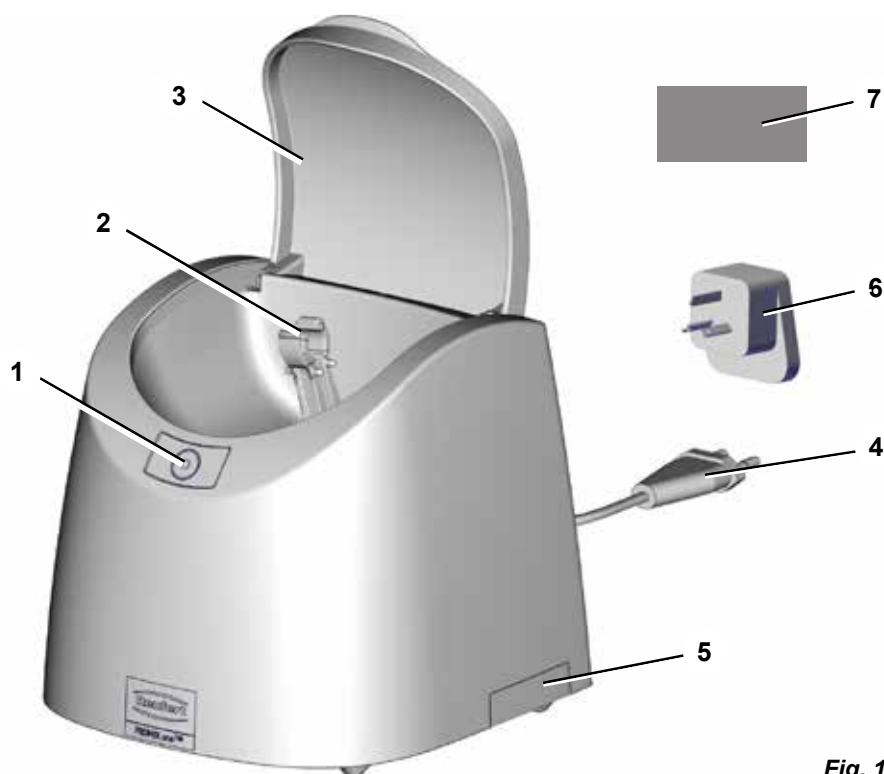

Fig. 1
- ⇒ Desfășurați cablul de rețea (4, fig. 1) și introduceți fișa de rețea în priza din instalația clădirii. Aparatul este acum pregătit de funcționare.
Informații suplimentare obțineți prin codul QR de pe centrul aparatului din dreapta (etichetă service) (5, fig. 1).